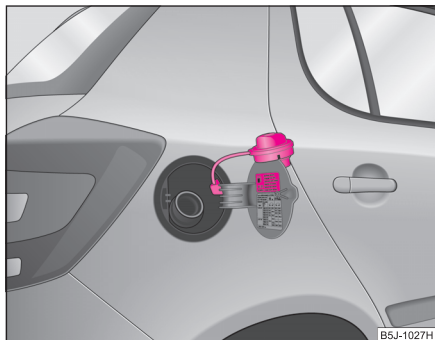

Abb. 140 Tankklappe mit abgeschraubtem Verschluss
⇒ Seite 206, Abb. 140.
- Schrauben Sie den Tankverschluss linksherum heraus und setzen Sie ihn von oben auf die Tankklappe ⇒ Abb. 140.